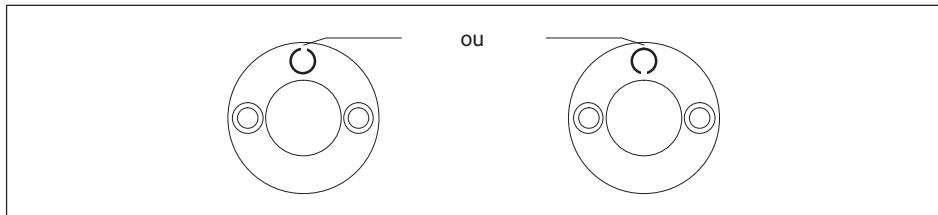

Fig. 6.1 Disposition de la goupille de serrage anti-rotation
- ▶ Enfoncer la goupille de serrage jusqu'en butée dans l'alésage de la pièce d'appui à l'aide d'un marteau. Disposer le côté ouvert de la goupille radialement (*Fig. 6.1*).